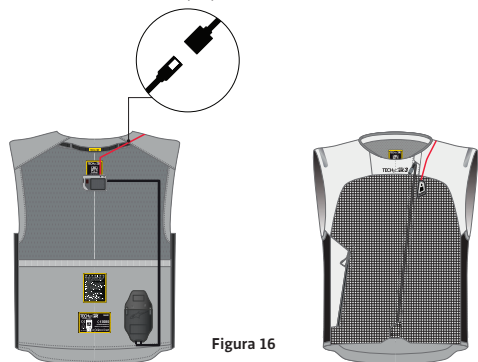

Figura 16
1. Accedere alla Centralina Elettronica (3) presente nella tasca situata sul retro del Sistema. Per accedere alla tasca, aprire il giaccone utilizzando la zip e i ganci presenti nella parte interna del giaccone.
2. Scollegare il cavo che alimenta il Display a LED (2), come indicato nella Figura 16.